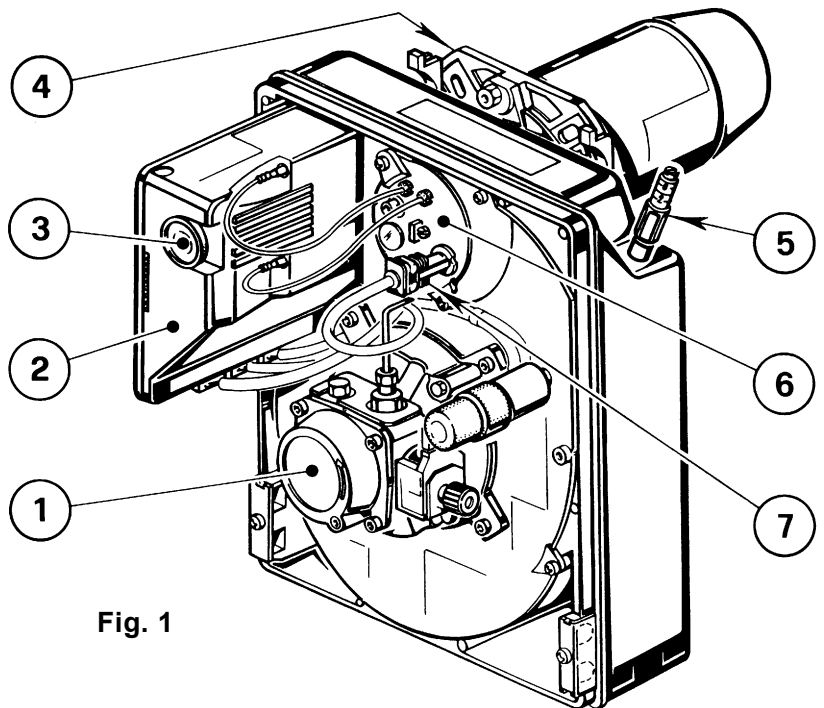

Fig. 1
C Signalée par le LED sur la boîte de commande et de contrôle (3, Fig. 1, page 1).
- Effectuer le nettoyage de la cellule photorésistance, (7, Fig. 1, page 1).
Un défaut, dans la grande majorité des cas, se traduit par l'allumage du signal sur le bouton de réarmement manuel de la boîte de commande et de contrôle (3, Fig. 1, page 1).